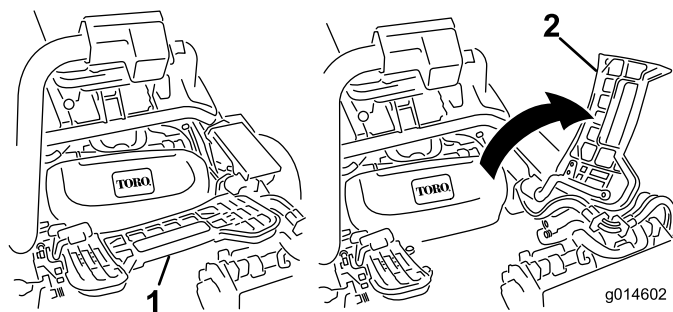

图11
3. 如果安装中间滚刀组，应提起搁脚板向上翻，以便接触到中间滚刀组位置（图11）。